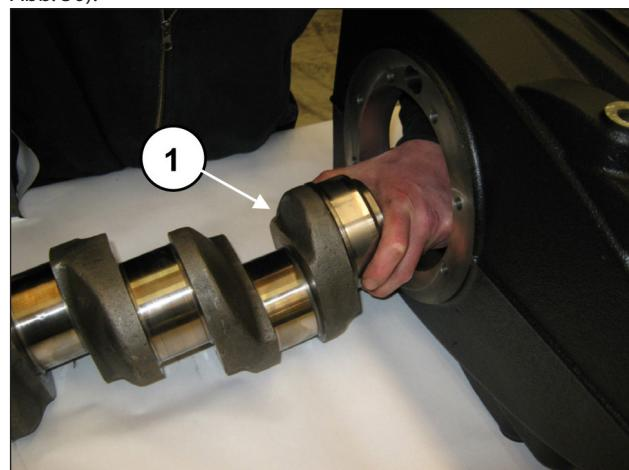
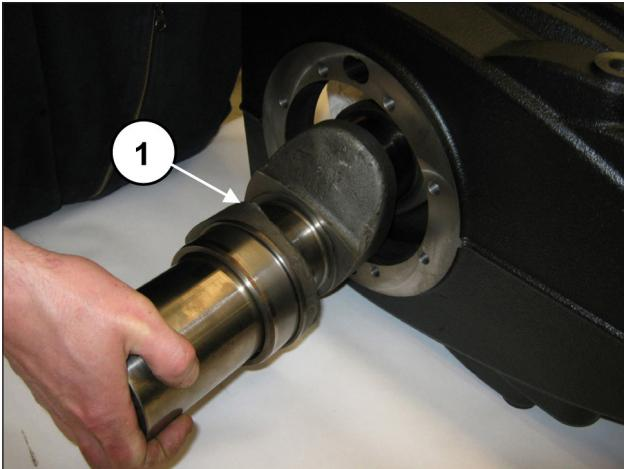

Abb. 49
Abb. 50
Achten Sie beim Einführen der Welle auf Zapfwellenseite darauf, nicht gegen die Schäfte der vorab eingebauten Pleuelstangen zu stoßen (Pos. ①, Abb. 49) und (Pos. ①, Abb. 50).